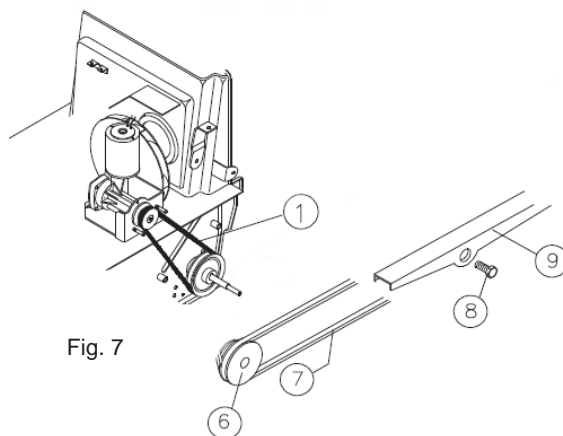

Fig. 7
- Verwijder de riem pos. 7 Fig. 7 van de poelie pos. 6 Fig. 7.
- Schroef de bevestigingspen los 8 Fig. 7 en laat de haken van de zijarm pos. 9 Fig. 7 uit de getande tussenring komen.
- Verwijder de riem pos. 7 van de zijarm pos. 9 Fig. 7.
- Haak de zijarm pos. 9 Fig. 7 weer aan de getande tussenring vast.
- Schroef de pen vast pos. 8 Fig. 7.
- Steek de riem pos. 7 Fig. 7 in de poelie pos. 6 Fig. 7.
- Verwijder de riem pos. 1 Fig. 7.